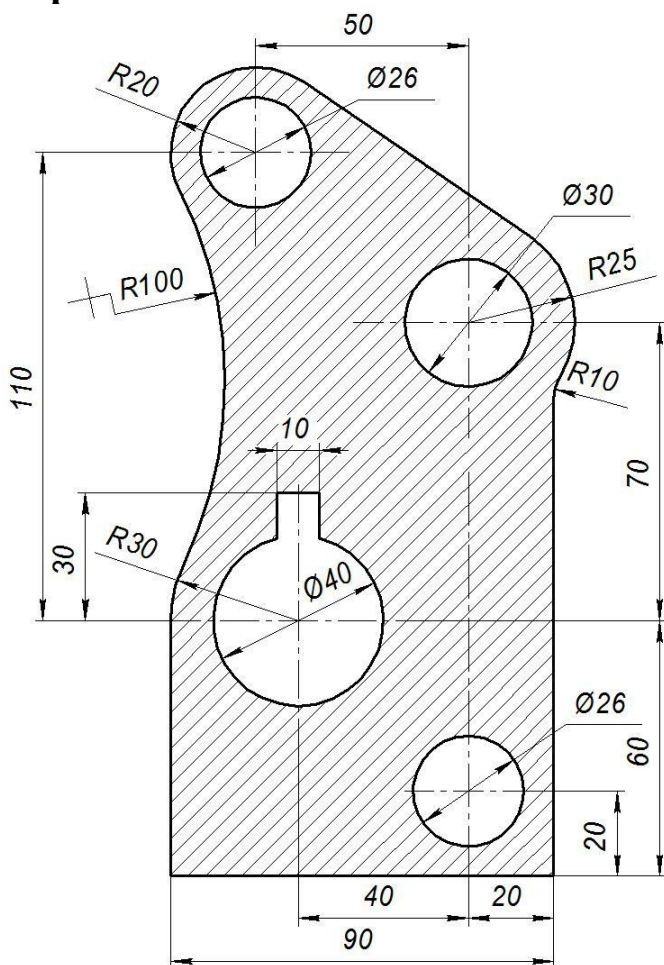

Рис. 1
1. Запустить программу КОМПАС-3D, выбрать режим работы **Фрагмент** и сохранить в своей папке на диске файл под своей фамилией (например, «**Иванов-2**») и с расширением **.frw**. Выполнить чертеж детали по размерам указанным на рис. 1 в соответствии с приведенным ниже описанием.
Нажать кнопку **Создать объект** и прервать выполнение команды **Штриховка**. В результате получим чертеж детали, приведенной на рис. 1 без простановки размеров.